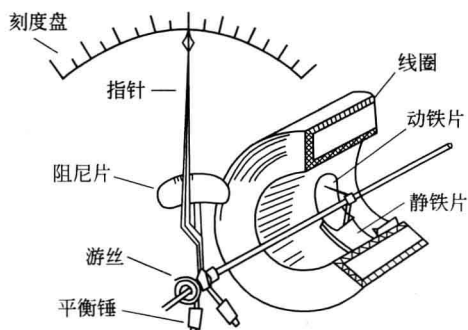

图 0-2 推斥型电磁系表头结构
(1) 推斥型电磁系仪表 推斥型电磁系表头结构如图 0-2 所示。